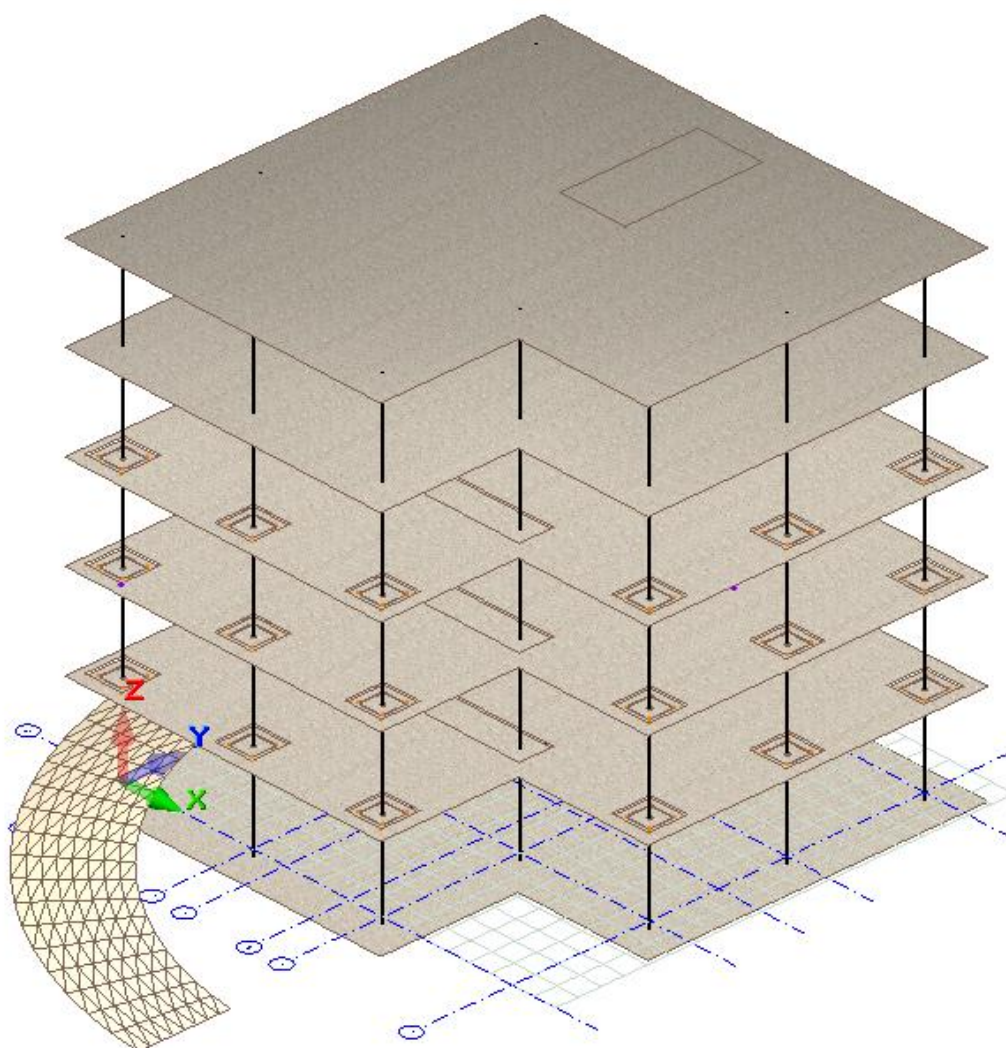

Рис.6.19. Аналитическая модель до пересечения стержней и пластин
- Во избежание неточностей в модели выполните еще раз дотягивание элементов, повторив предыдущий пункт (рис.6.19).